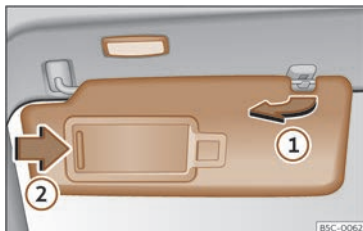

Fig. 107 Parasol.
- O parasol pode extraerse da fixación e xirarse cara á porta >>> **fig. 107 ①**.